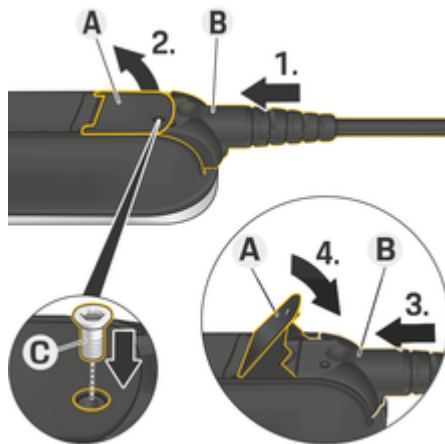

図. 109 ケーブルの接続とプラグの固定
- ✓ レバー **A** (図. 109) が閉じている。
1. 抵抗を感じる所までプラグ **B** (図. 109) をコントロールユニットに挿入します。
5. プラグ **B** をネジ **C** (図. 109) でコントロールユニットに固定します。